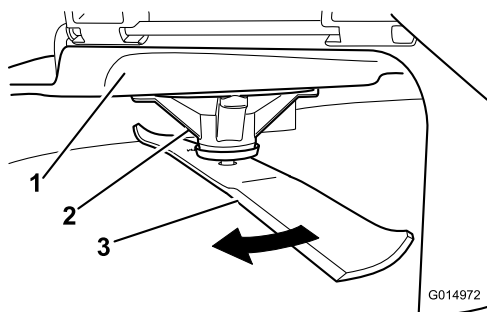

Figure 55
2. Enfilez des gants épais ou utilisez une autre protection adéquate pour les mains, et faites tourner la lame lentement jusqu'à une position permettant de mesurer correctement la distance entre le tranchant et la surface plane sur laquelle se trouve la machine (Figure 55).